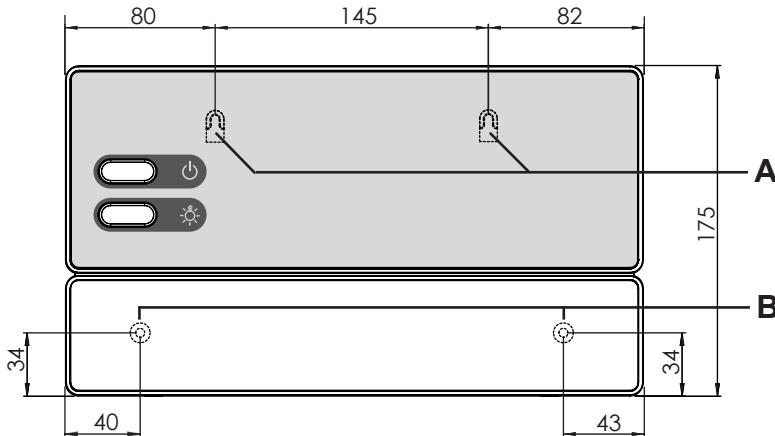

Fig. 1 Position du dispositif de suspension et des ouvertures de montage (mesures en mm)
- Vissez deux vis cruciformes (16 mm) à une hauteur d'environ 1,70 m jusqu'à obtenir un écartement de 7 mm dans la paroi du sauna. L'espace entre les deux vis doit être de 145 mm (voir Fig. 1).
- Accrochez la commande de sauna à l'aide du dispositif de suspension **A** aux vis cruciformes montées (voir Fig. 1).
- Vissez deux vis cruciformes (16 mm) dans les ouvertures de fixation inférieures **B** (voir Fig. 1).